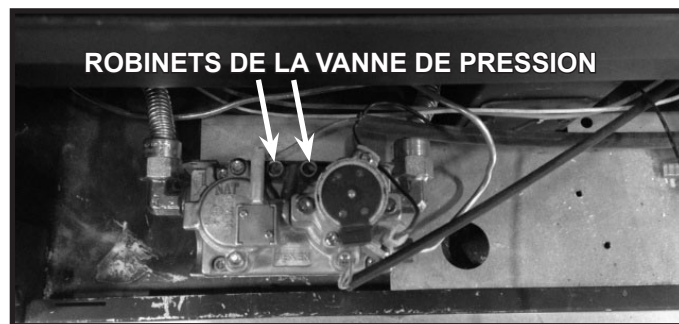

Figure 9.1. Robinets de la vanne de pression.
- Les robinets de la vanne de pression sont accessible en retirant l'accès au panneau protecteur. Voir les figures 9.1 et 9.2. Si l'appareil a été entièrement installé et fini, retirez l'écran de verre et le plateau de transition des éléments d'apparence.